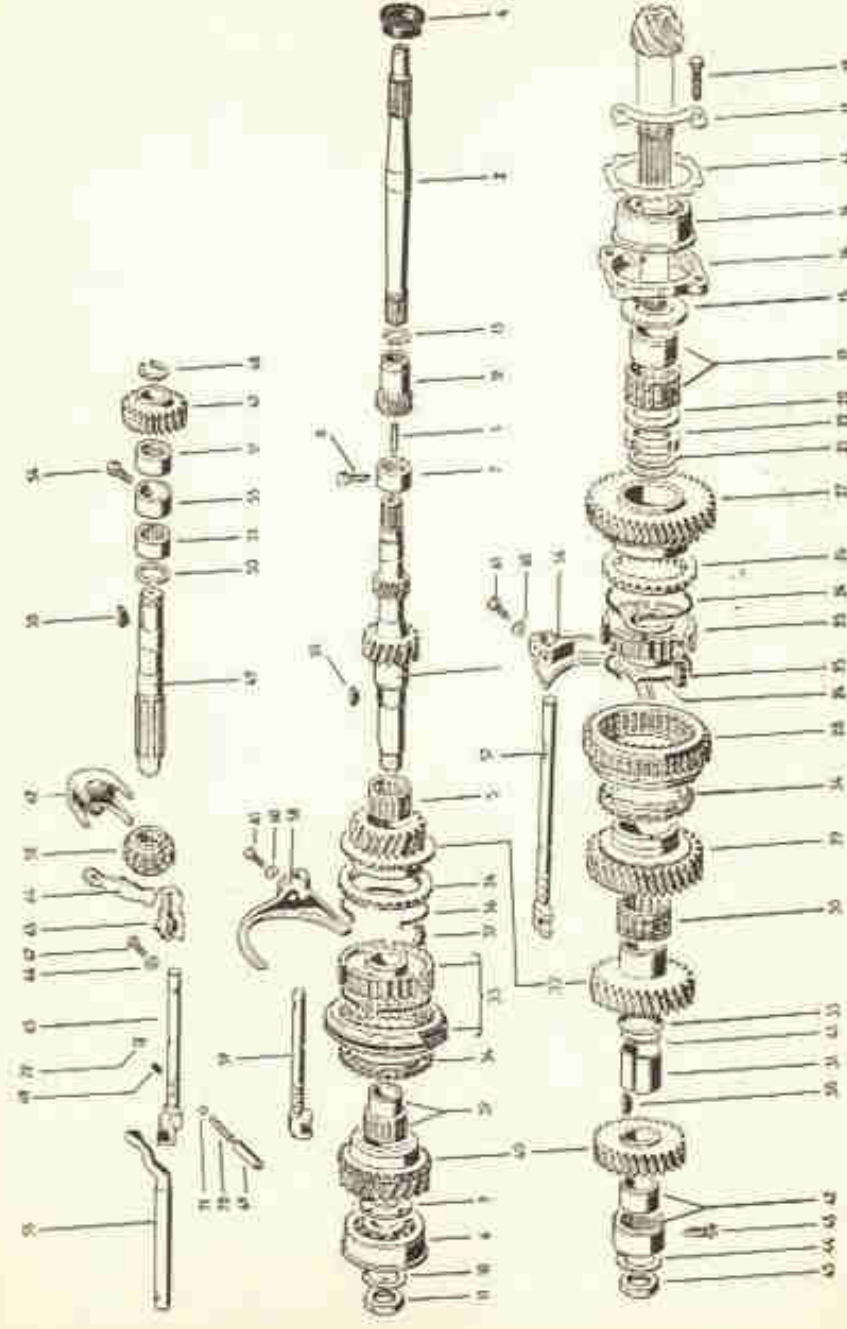

Fig. 3-K — Peças internas da caixa de mudanças totalmente sincronizada
- A tampa da caixa de mudanças pode ser removida e para isso coloca-se em tórno do sincronizador de 1.^a e 2.^a e da árvore primária um anel de borracha, que serve para segurar essas peças durante sua retirada da carcaça com a prensa (fig. 3-K).